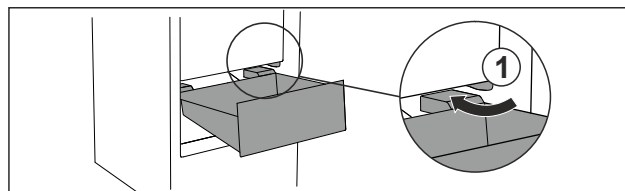

Fig. 85
- ▶ Ghidați sertarul oblic în jurul opritorului Fig. 85 (1).